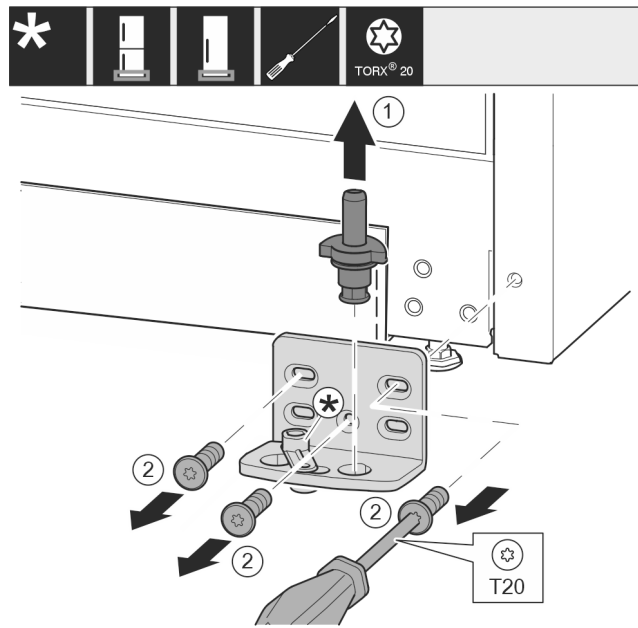

Fig. 15
- ▶ Извадете изцяло нагоре лагерния болт Fig. 15 (1).
- ▶ Отвийте винтовете Fig. 15 (2) с отвертка и свалете лагерната стойка.